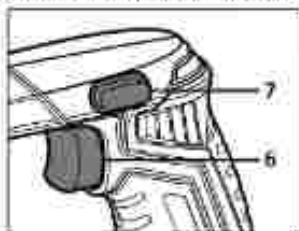

Рис. 4
Перед включением пилы убедитесь, что полотно установлено правильно. После проверки полотна установите аккумулятор. Нажмите на кнопку блокировки 7 (рис. 4) и нажмите на выключатель 6 (рис. 4), чтобы включить пилу.
Пила не включится без нажатия на кнопку блокировки 7 (рис. 4). Во время работы всегда держите одну руку на задней ручке, а другую – на передней рукоятке.
Изменяя ход выключателя 6 (рис. 4) (глубину нажатия) можно регулировать скорость движения полотна пилы (количество ходов в минуту) от 0 до максимума. При полностью нажатом до упора выключателе (6) полотно совершает 2800 ходов в минуту.